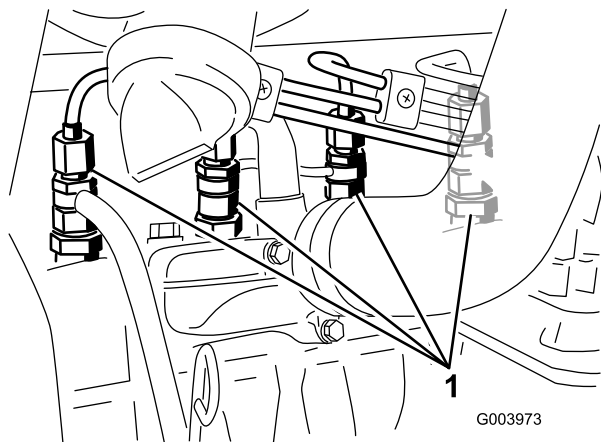

Figura 58
1. Liberte a tubagem que se encontra ligada ao injetor nº 1 e à estrutura de suporte (Figura 58).